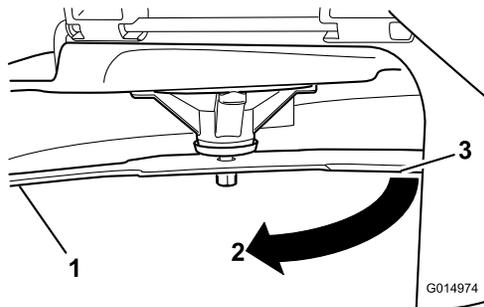

**Figura 104**
5. Mida desde la punta de la cuchilla hasta la superficie plana (**Figura 104**).